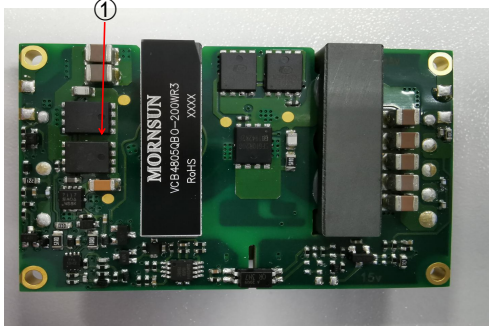

图 5
热元件安装在产品的顶部上，通过传导、对流和辐射的方式将热量散发到周围环境中，应提供足够的散热条件以确保产品可靠运行。通过测量图 5 中热测试点①的温度可以验证散热条件是否满足。